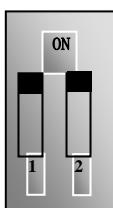

图 5-4
- (5) 对于 E2200 系列 30kW 及其以下功率变频器控制端子排附近有一个两位红色拨码开关 SW1，如图 5-4 所示。拨码开关的作用是选择模拟量输入端子 AI2 的电压信号 (0~5V/0~10V) 或电流信